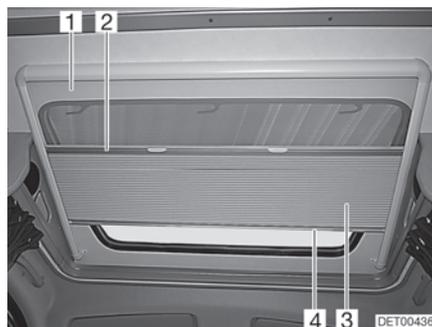

Fig. 39 Tragaluz
El estor plegable (Fig. 39,3) está unido fijamente con la protección contra insectos (Fig. 39,1).
- Coger el estor plegable por el centro de la tablilla final (Fig. 39,4) y tirar con cuidado hacia abajo.
- Abrir:* ■ Regresar el estor plegable lentamente a su posición por la tablilla final (Fig. 39,4).
- Cerrar:* ■ Detener el centro de la tablilla final (Fig. 39,2) de la protección contra insectos y tirar con cuidado completamente hacia abajo.
- Abrir:* ■ Regresar la protección contra insectos lentamente a su posición por la tablilla final del estor plegable (Fig. 39,4).